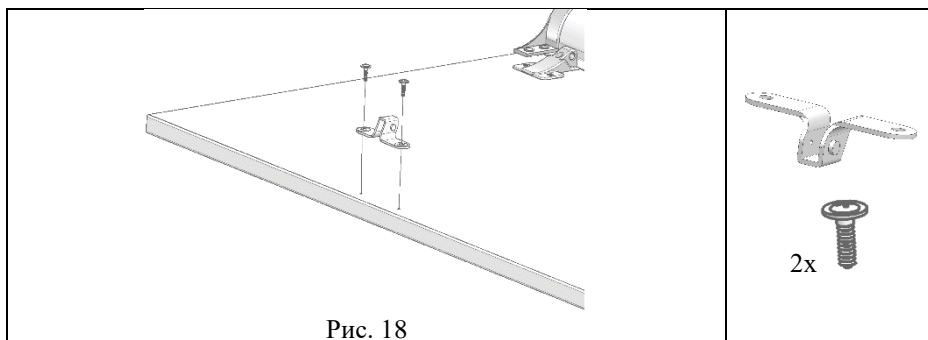

Рис. 18
5.5.6 К сборке по п. 5.5.5 прикрутить с помощью саморезов с прессшайбой (поз. 2, пакет № 75А) кронштейн верхний (поз. 3, пакет №9а), (см. рис. 18, 18а).
Рис. 18а